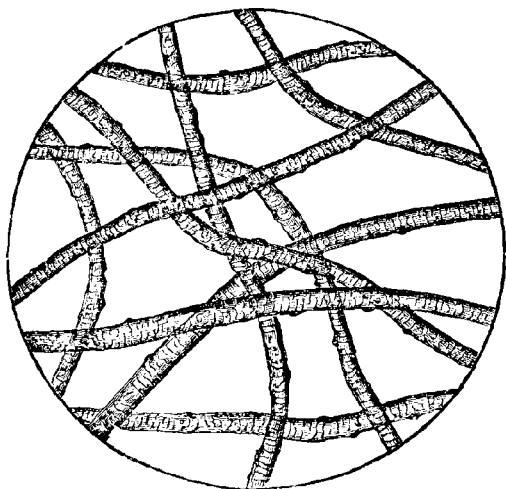

Fig. 220. Fibres de laine.
**Propriétés.** — Les fibres de laine sont naturellement courbées, frisées, munies d'aspérités qui facilitent le feutrage (fig. 220). La laine est mauvaise conductrice de la chaleur